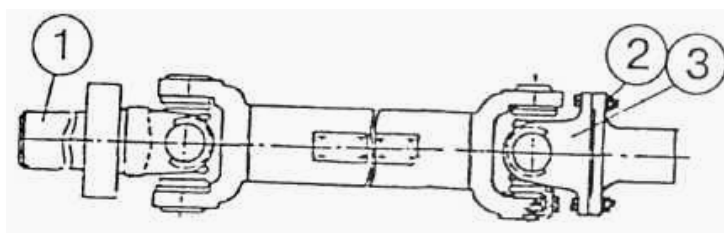

Рисунок 5.65
5) перед установкой карданного вала наружную поверхность скользящей вилки (1) (**рисунок 5.65**) смажьте маслом, заливаемым в корпус трансмиссии;